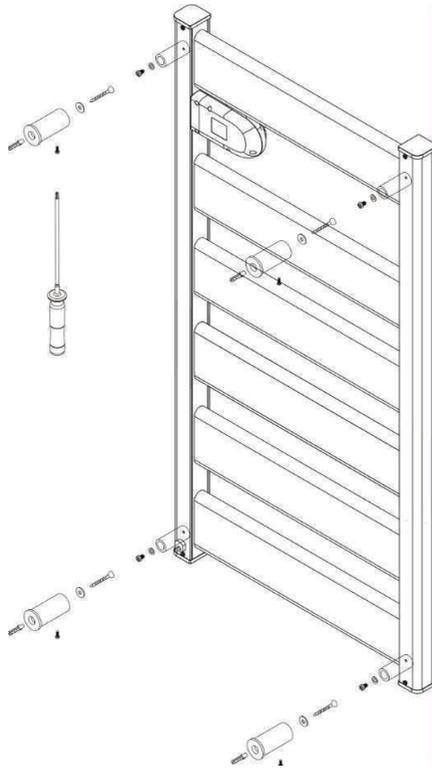

Fig. 4
6. Introduire les supports ( $\varnothing$  19) fixés à l'appareil dans les supports ( $\varnothing$  26) fixés à la paroi et viser la vis de fixation du support à la paroi, tel qu'il est montré à la figure 4 et 5.